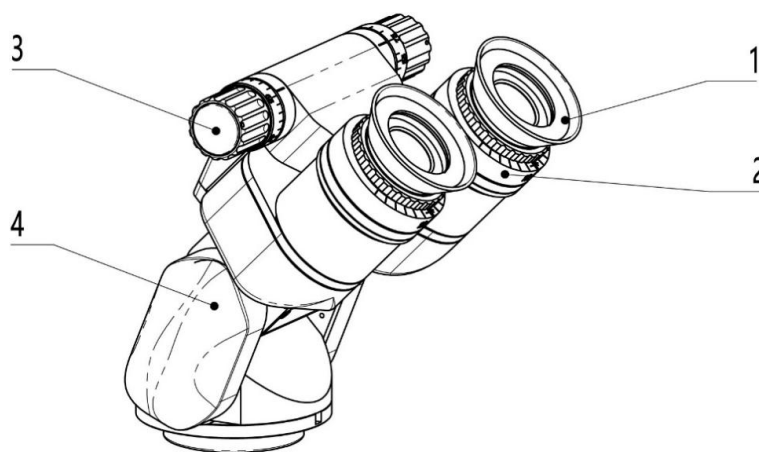

Рис. 16
См. рис. 16. Диаметр отверстия бинокулярного тубуса с переменным углом составляет 18 мм. Диапазон регулировки окуляра составляет $\pm 6^\circ$. Расстояние между двумя окулярами составляет 55–75 мм. Регулятор расстояния до зрачка в сборе (3) может вращаться под углом 0–200° относительно корпуса призмы (4).